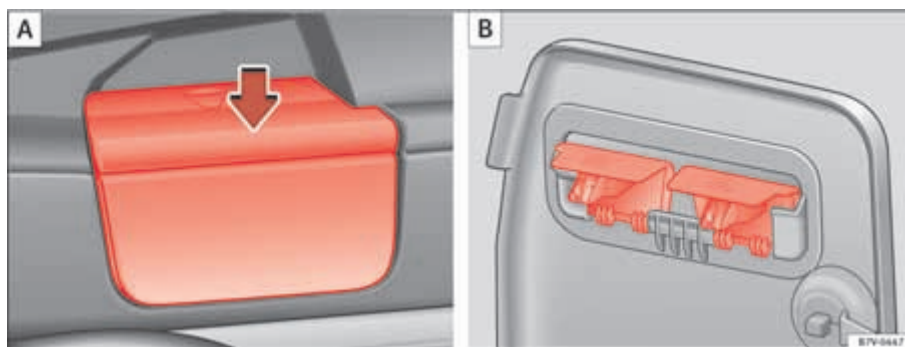

Fig. 92 Retire los soportes de la bandeja (A) y guárdela de forma segura (B).
- Retire la bandeja del soporte de los revestimientos laterales ⇒ **fig. 92 A**. Para ello, presione la bandeja hacia arriba (flecha) y extráigala.
- Abra el compartimento en el revestimiento lateral izquierdo posterior del maletero ⇒ **página 150** y enganche la bandeja en la parte trasera de la tapa del compartimento ⇒ **fig. 92 B**.